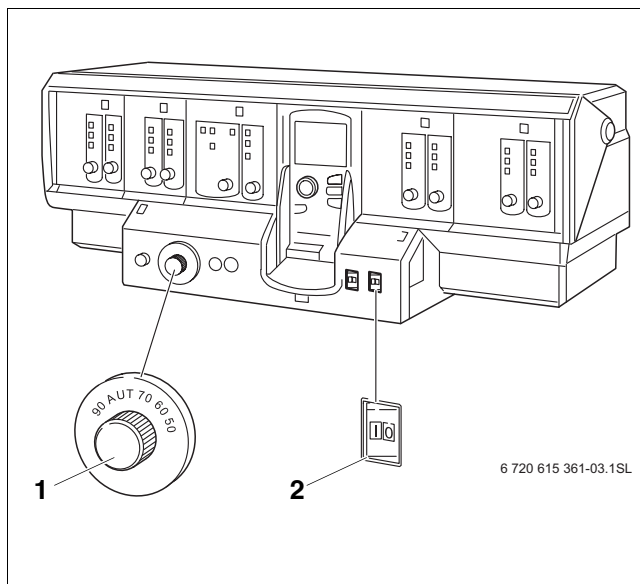

Рис. 2 Система управления
Включите котел пусковым выключателем на системе управления (здесь на рис. 2: Logamatic 4311). При включении системы управления запустите горелку в автоматическом режиме. Затем горелка может стартовать от системы управления.
Выключите котел пусковым выключателем на системе управления (например, Logamatic 4311, → рис. 2, стр. 6). При выключении системы управления автоматически выключается горелка.
- Переведите пусковой выключатель (→ рис. 2, [2], стр. 6) в положение "0" (ВЫКЛ).